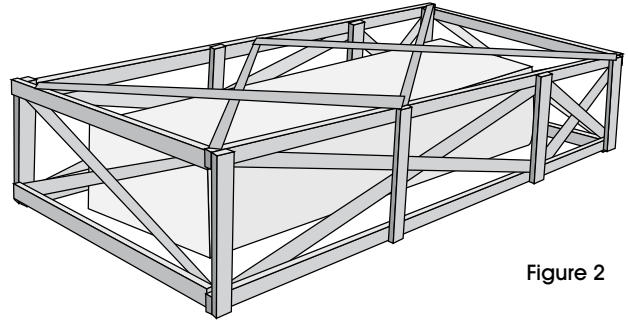

Figure 2
1. Le machine d'emballage sous film étirable automatique est livré avec une caisse similaire à celle illustrée à la droite. Veuillez enlever l'emballage de protection et préparer l'appareil à se dresser. (Voir Figure 2)